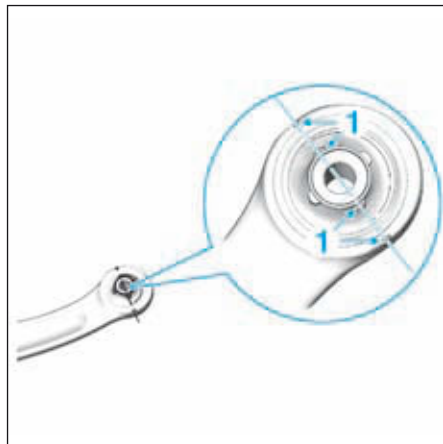

FIG.24
- Repérer la position (1) de l'articulation élastique arrière sur le bras inférieur de suspension (Fig.24).